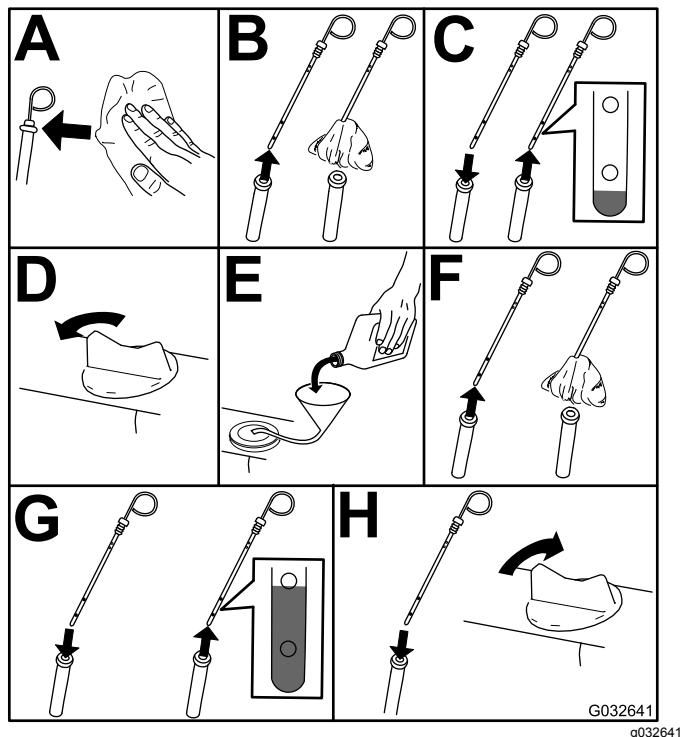

Figura 58
3. Compruebe el nivel de aceite del motor (Figura 58).